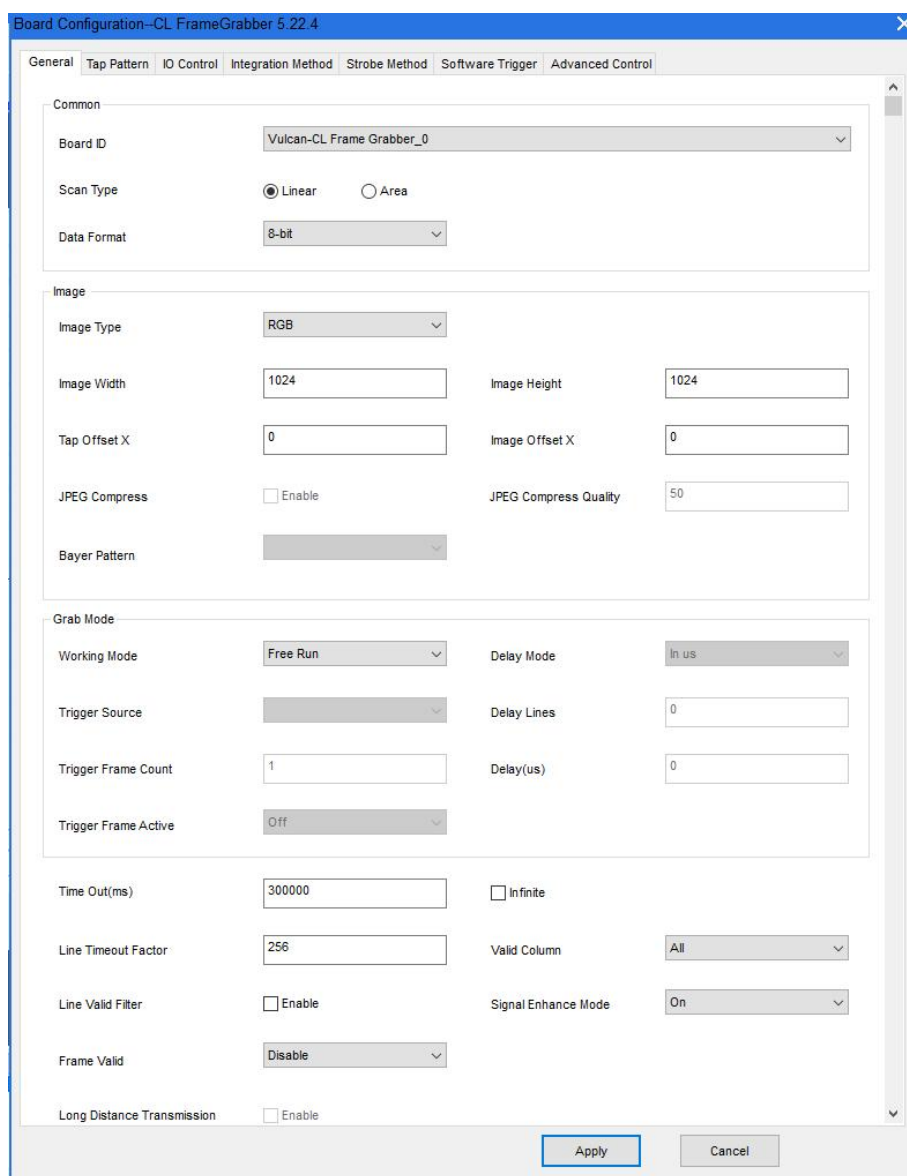

图 29 “General” 界面
- (1) 打开“配置 (Configuration)”菜单中“采集卡配置 (Board Configuration)”选项（或相应的工具栏选项），出现采集卡配置对话框。
- (2) 在采集卡配置对话框的“General”界面，按图 29 进行参数设置。